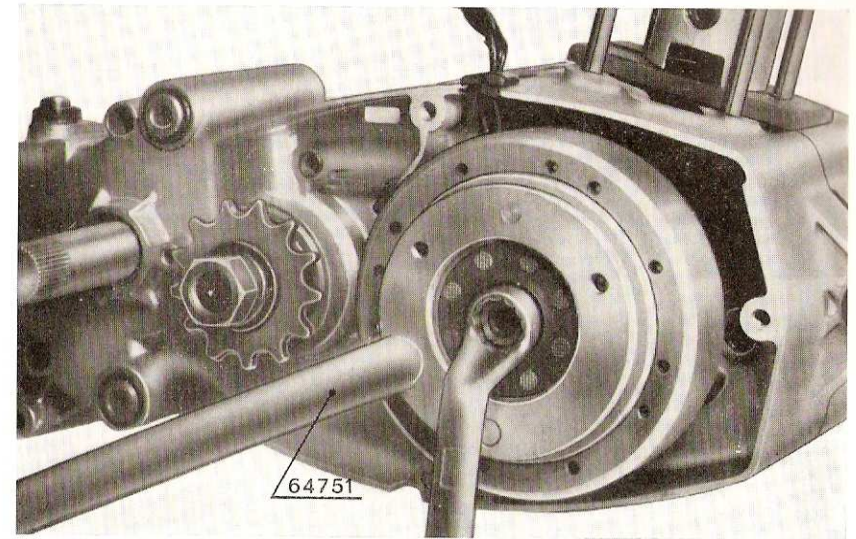

Fig. 1 - Comment tenir le volant avec l'outil 64751
4. Fig. 1 - Employer l'outil 64751 pour tenir le volant, dévisser avec une clé de 14 mm. l'écrou de fixation volant et enlever la rondelle élastique.